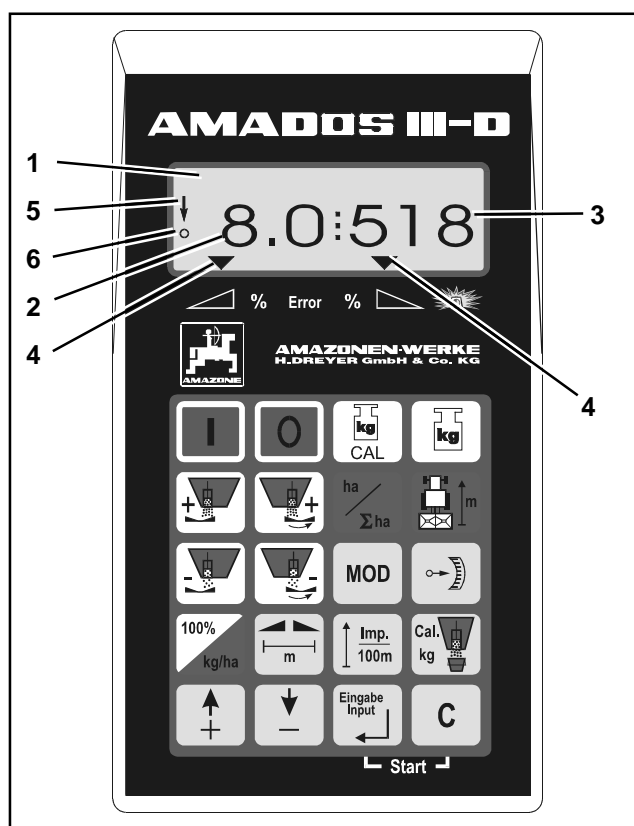

Fig. 1
AMADOS III-D er utstyrt med en 6-sifret lysskjerm (Fig. 1/1). I arbeidsstilling viser lysskjermen følgende
- den momentane kjørehastighet (Fig. 1/2) i [km/h],
- den momentane spredemengde (Fig. 1/3) i [kg/ha] og
- funksjons-kontrollelementer (Fig. 1/4) som f.eks. om venstre og høyre spjeld er åpne.
På lysskjermens venstre side er det i tillegg 2 symboler. Den loddrette pilen (Fig. 1/5) vises under kalibreringskjøring for bestemmelse av gjødselkalibreringsfaktoren (bare ved profi-spredere). Sirkelen nedenfor (Fig. 1/6) skal blinke under kjøringen og informere om at sensoren for registrering av areal og strekning overfører impulser til **AMADOS III-D**.